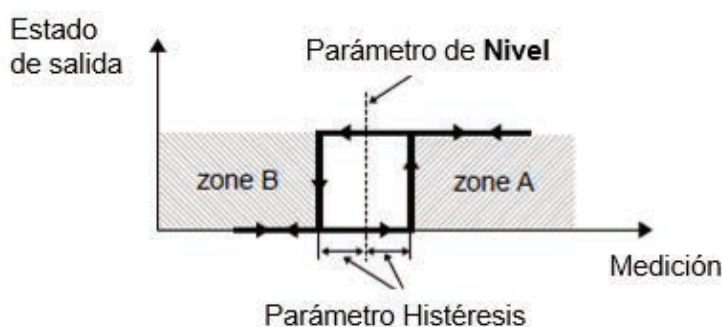
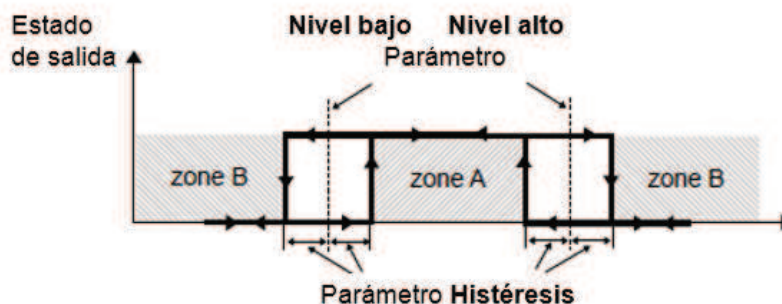
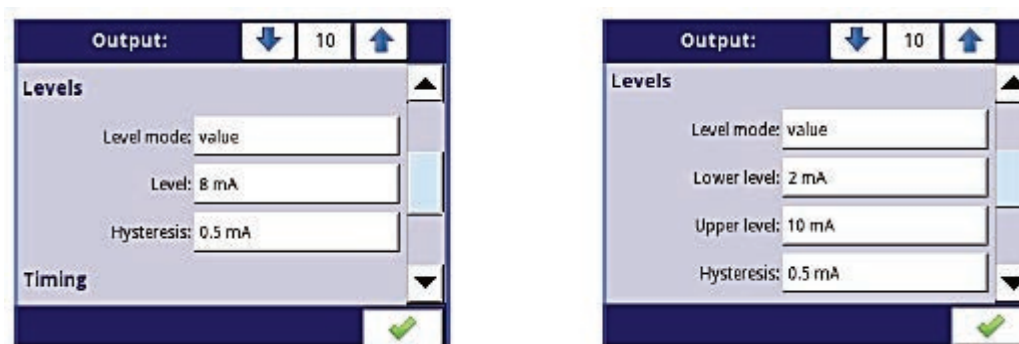

Fig. 7.87. Un control de umbral de las salidas de relé
Fig. 7.88. Dos umbrales de control de las salidas de relé
Fig. 7.89. Configuración de **niveles** para **Modo: por encima y por debajo del nivel** (izquierda) y **dentro del rango y fuera del rango** (derecha)
- **Modo**: este parámetro permite al usuario seleccionar el método de operación de la salida, el parámetro **Modo** tiene las siguientes opciones (ver Fig. 7.87 y Fig. 7.88):
Bloque de parámetros de **niveles** (ver Fig. 7.87, Fig. 7.88 y Fig. 7.89)
- **Histéresis:** al definir este parámetro, el usuario puede mover el nivel para los cambios en el estado de salida (ver Fig. 7.87 y Fig. 7.88),